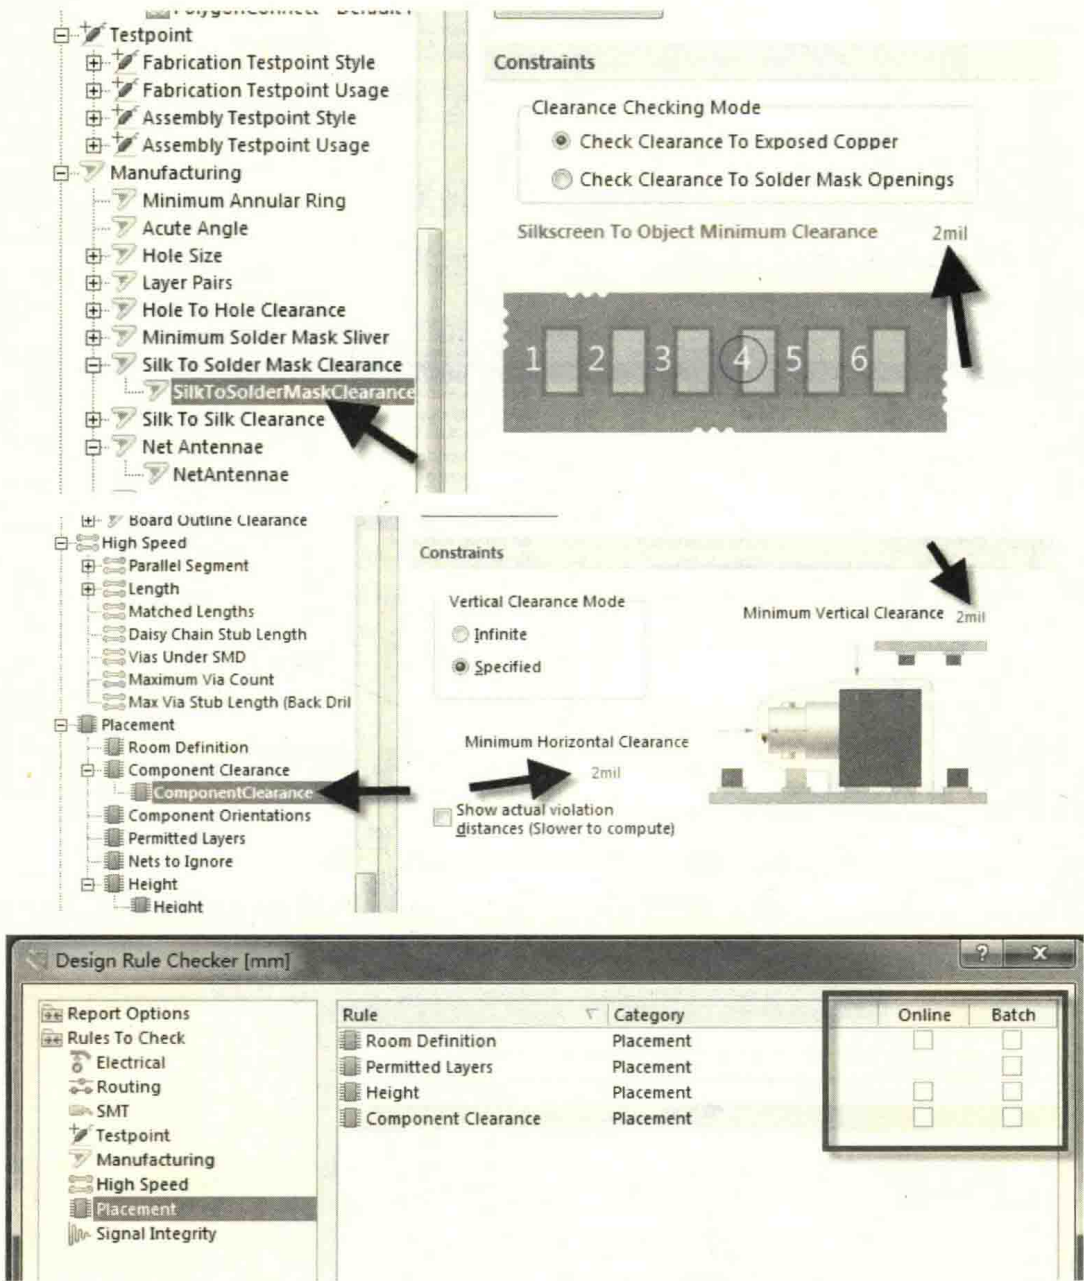

图 15-39 相关间距规则的更改与取消
(1) 元件变绿。这种情况是由元件放置规则和丝印到焊盘间距规则引起的。按快捷键“DR”，进入规则约束管理器，更改丝印到焊盘间距及元件间距的数值，直到满足要求，如 0~2mil，如图 15-39 中最上面的两张图所示。一般在做库的时候，就要做好规则。这个功能有其实用性，但也不必非得保留，有时会把这个检查关闭，必要的时候可打开，如图 15-39 中最下面的一张图所示。